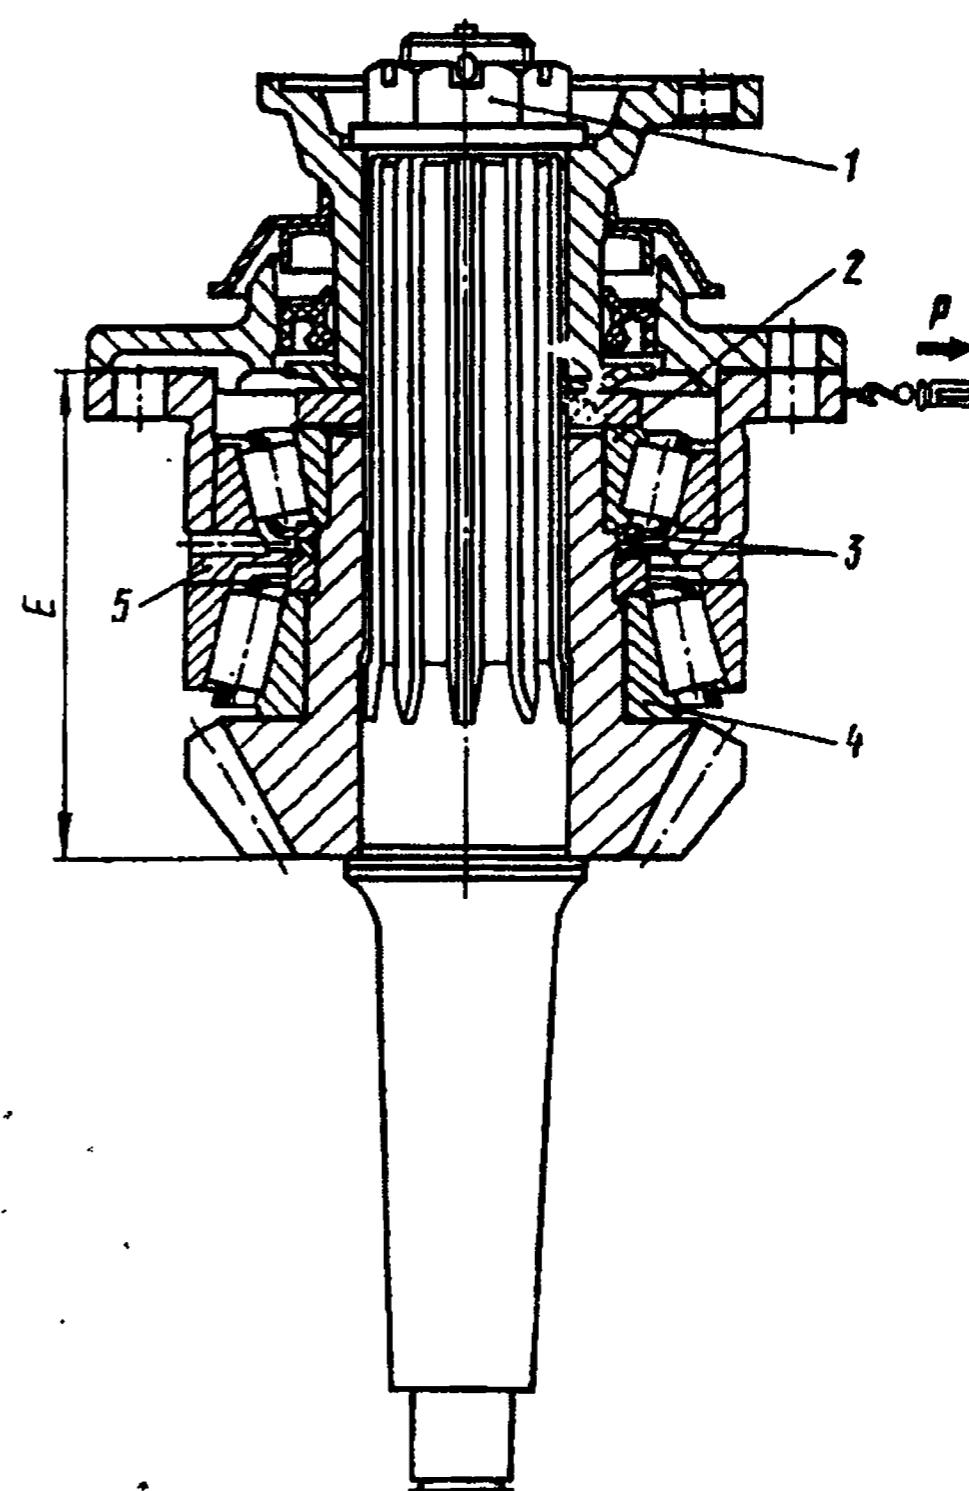

Рис. 224. Регулирование подшипников ведущего конического зубчатого колеса:
64. Отрегулируйте подшипники 2 и 4 (рис. 224) в следующем порядке: <ul style="list-style-type: none"> <li>— подберите из комплекта запасных частей шайбы 3 такой толщины, чтобы сила проворачивания стакана в подшипниках была 11,2—22,4 Н (1,14—2,28 кгс);</li> <li>— затяните гайку 1 крепления фланца ведущего конического зубчатого колеса с моментом 235—352 Н·м (24—36 кгс·м);</li> <li>— замерьте силу проворачивания стакана 5 в подшипниках.</li> </ul>	Динамометрический ключ